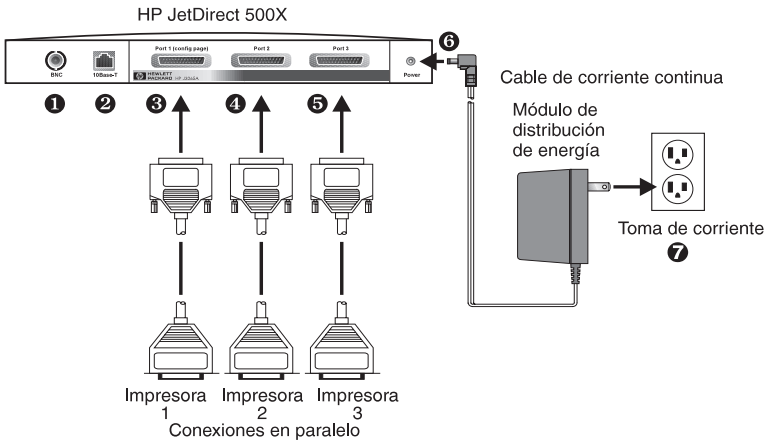

Figura 2.2 Conexiones del hardware utilizando un módulo de distribución de energía válido en EE.UU. para el servidor de impresora HP JetDirect J3265A
En los pasos siguientes, los círculos numerados corresponden a los de la figura 2.2. Los servidores HP JetDirect 300X, 170X y EX Plus tienen un solo puerto de impresora ③. Los servidores HP JetDirect 500X Token Ring y 300X no tienen ningún puerto BNC ①. En los servidores HP JetDirect 500X y 300X, el conector RJ-45 ② se utiliza para su funcionamiento a 10 ó 100 Mbps. Los servidores JetDirect 170X y EX Plus3 no tienen ningún puerto ①.
5. Conecte el servidor de impresión a la red: ① ó ②.
6. Conecte el servidor de impresión a las impresoras: ③, ④ y ⑤.